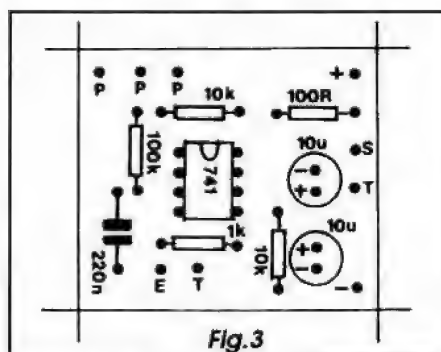

Fig. 3
- FIG. 3 - CHAPEADO DA MONTAGEM - Com a plaquinha pronta, limpa, conferida e devidamente perfurada no centro das suas ilhazinhas, o leitor/hobbysta pode passar à parte mais gostosa da montagem, que é justamente a inserção e soldagem das peças... O diagrama mostra (como gabarito visual para essa fase...) o lado não cobreado do impresso, todos os principais componentes devidamente posicionados, identificados pelos seus códigos, valores, polaridades e demais características... Alguns dos componentes são *polarizados*, devendo ser colocados em posição *única e certa* na placa, de modo que seus pinos ou terminais não resultem invertidos (caso em que o circuito não funcionaria, e os próprios componentes poderiam sofrer danos...). Assim, a extremidade marcada do integrado deve ficar voltada para a posição ocupada pelo resistor de 10K, enquanto que as polaridades dos terminais dos dois capacitores eletrolíticos (claramente indicadas no *chapeado* e nos próprios *corpos* das peças...) devem ser rigorosamente respeitadas... Atenção também aos valores dos resistores, em função dos lugares que ocupam na placa... Em dúvida, consultar o **TABELÃO APE**, onde